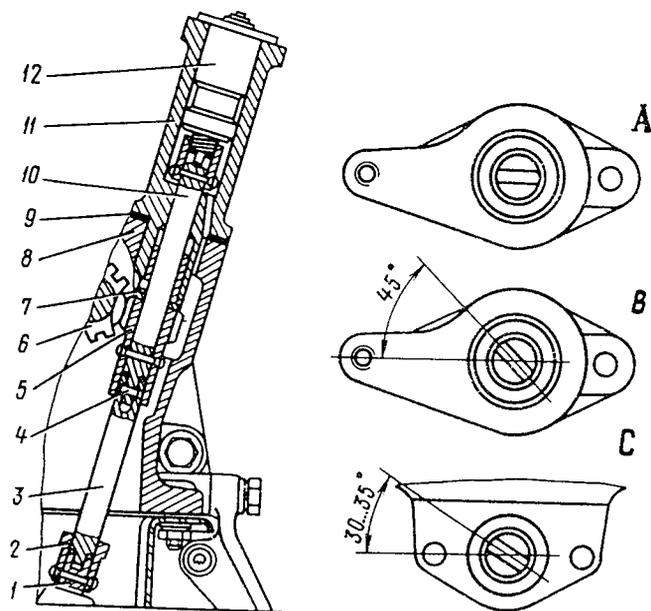

Bild 60. Antrieb für Ölpumpe und Zündverteiler:
Die am Durchmesser verschlissene Zündverteilerantriebswelle 10 (Bild 60) ist durch Verschleifen mit nachfolgendem Schleifen auf einen Durchmesser von $13_{-0,012}$ mm wiederherzustellen. Bei einem Verschleiß des Wellenschlitzes bis auf ein Maß von über 3,30 mm und des Schaftes bis auf 3,86 mm Dicke ist die Welle durch eine neue zu ersetzen.
4. Antriebswelle derart durchdrehen, daß der Schlitz an ihrer Stirnfläche für die Verteilernase wie im Bild 60, B biegt und Welle der Ölpumpe mit Hilfe eines Schraubenziehers in die im Bild 60, C gezeigte Stellung drehen.
5. Vorsichtig den Antrieb in den Zylinderblock einsetzen, wobei ein Streifen des Zahnrades an die Zylinderblockwandungen zu vermeiden ist. Nach dem Einbau des Antriebs muß seine Welle die im Bild 60, A gezeigte Stellung einnehmen.